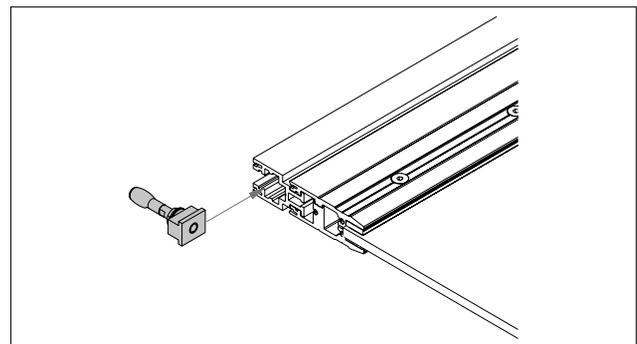

Abb. 21 Tragklotz einsetzen
7. Tragklotz in die obere Türschiene/das obere Tragprofil einsetzen (Abb. 21).